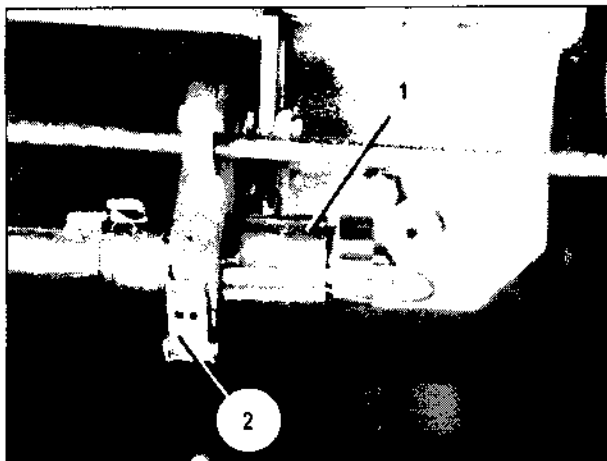

Bild 132
3. Klappbügel (Bild 132/2) an der Kabelführung öffnen und Stecker (Bild 132/1) des Vielfachkabels FM 15000 aus der Kabelführung nehmen.